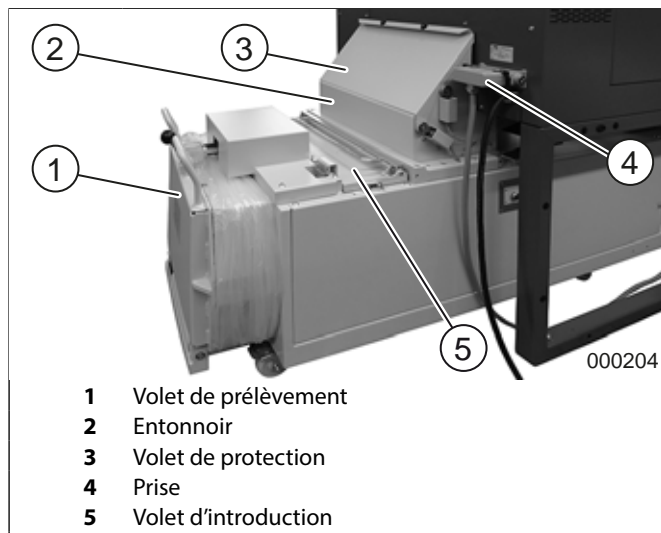
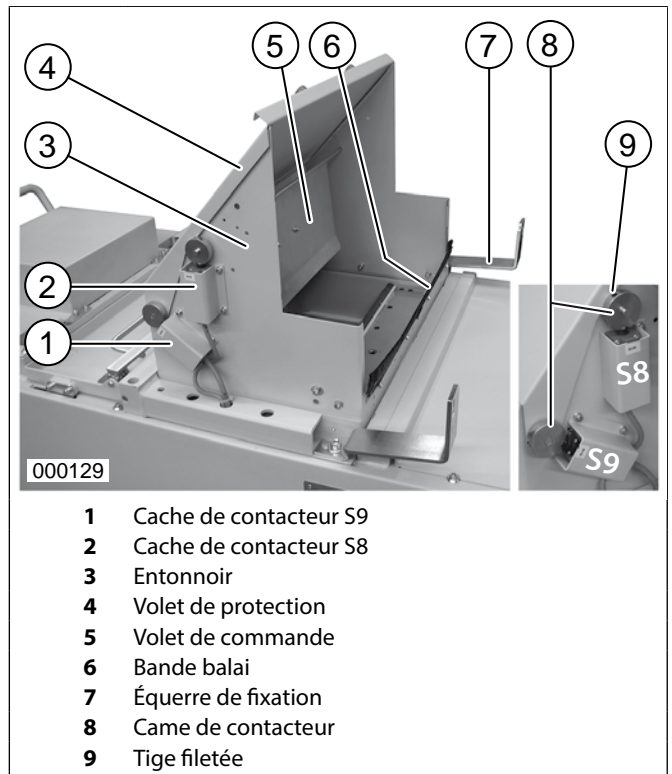
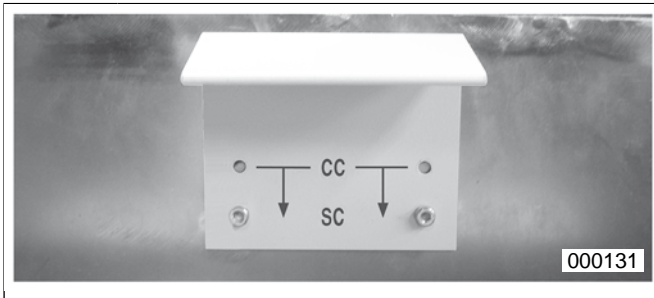

fig.1 Volets et entonnoirs
fig.2 Entonnoir
fig. 3 Angle de la sécurité surpeuplement
1. Détacher la sécurité de transport (lien) située sur le volet d'éjection (fig. 1/1) et faire pivoter le volet vers le bas.
2. Tirer l'entonnoir (fig.1/2) hors du compartiment de compression, comme indiqué, le placer au-dessus de l'ouverture de remplissage et le fixer à la presse depuis l'intérieur à l'aide des 7 vis à six pans creux M6x12.
3. Faire pivoter la bande balai (fig.2/6) située sur l'entonnoir vers le haut jusqu'à ce que le balai soit incliné en direction du compartiment de compression. Fixer la bande balai dans cette position sur l'entonnoir à l'aide des deux vis à six pans creux M6x16 et les rondelles fournies (utiliser le trou de perçage supérieur pour la fixation).
4. Démontez les deux caches de contacteur (fig.2/1+2). Fixer l'interrupteur de fin de course S8 (49) à l'aide de 2 vis M4x40 et écrous M4 sous la came de contacteur du volet de commande (fig.2/8). Détacher la tige filetée (fig.2/9) (clé Allen 2,5 mm), tourner la came en position et serrer à nouveau la tige filetée à fond.
5. Fixer l'interrupteur de fin de course S9 (50) à l'aide de 2 vis M4x40 et écrous M4 sous la came de contacteur du volet de protection (fig.2/4). Détacher la tige filetée (fig.2/9) (clé Allen 2,5 mm), tourner la came en position et serrer à nouveau la tige filetée à fond.
6. Positionner les deux caches de contacteur (fig.2/1+2) respectivement au-dessus de l'interrupteur de fin de course et les fixer sur l'entonnoir à l'aide de respectivement deux vis M5x16 et écrous M5.
7. Ouvrir le volet de protection (fig.2/4). Vérifiez l'emplacement de l'angle de la sécurité (fig.3):
1. Pousser le compacteur sous le destructeur de documents. Visser le destructeur de documents et le compacteur à l'aide des deux équerres de fixation (fig. 2/7) jointes au destructeur de documents (fig. 1).
4. Introduire la fiche de raccordement du compacteur dans la prise (fig. 1/4) prévue à cet effet dans le fond du destructeur de documents et la verrouiller.